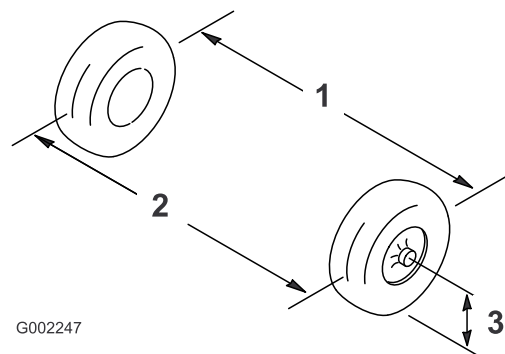

Figura 51
2. Meça a distância entre os pneus dianteiros à altura do eixo na zona dianteira e traseira dos pneus dianteiros (Figura 51).